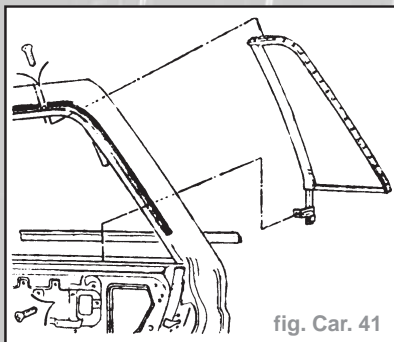

fig. Car. 41
- la glissière arrière - 2 vis, 1 boulon (fig. Car 41).